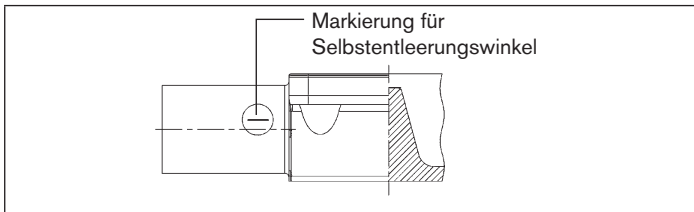

Bild 3: Markierung für die korrekte Einbaulage
- Zur Leitungsachse einen Neigungswinkel von  $1^\circ \dots 5^\circ$  einhalten. Bei Schmiede- und Gussgehäusen ist hierfür eine Markierung angebracht, welche nach oben zeigen muss (12-Uhr-Stellung, siehe „Bild 3“).